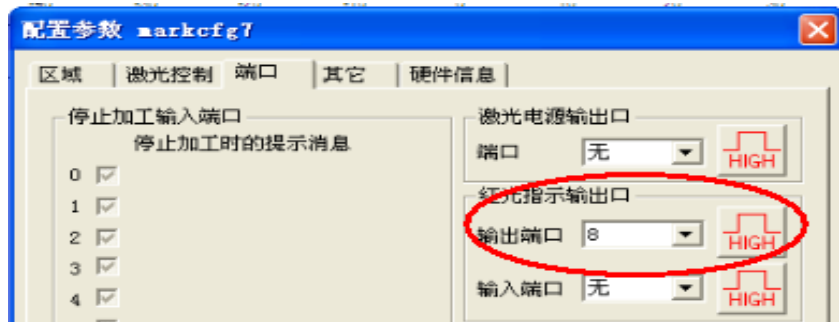

图 8 设置输出端口“8”
- 2) 点开“端口”对话框，在“红光指示输出”区域选择输出端口“8”和高电平有效，如图 8：